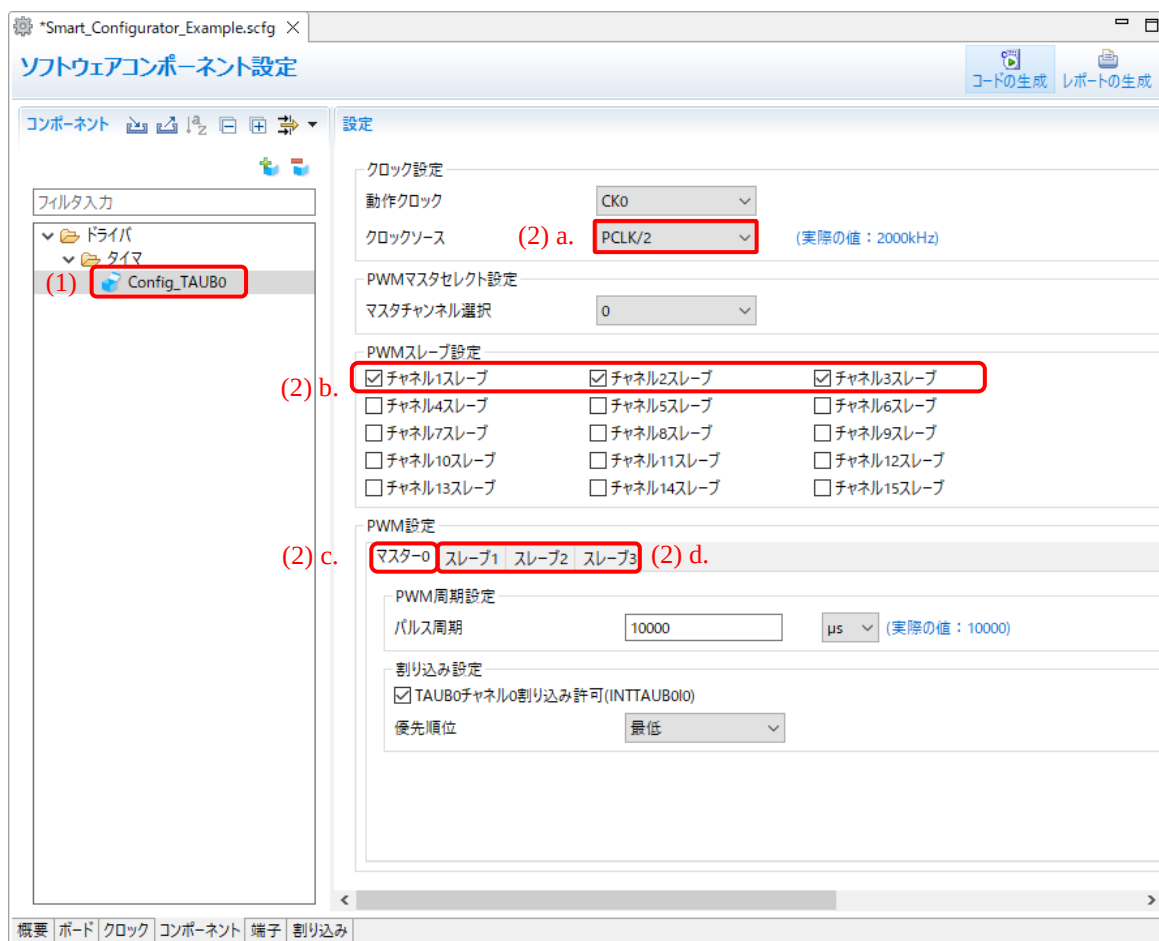

図 4-18 コンポーネントのコンフィグレーション設定
- (1) コンポーネントツリーにある コンポーネントをクリックします。（例：Config_TAUB0）
- (2) 右側の設定パネルでコンフィグレーションを設定します。図 4-18 は例です。